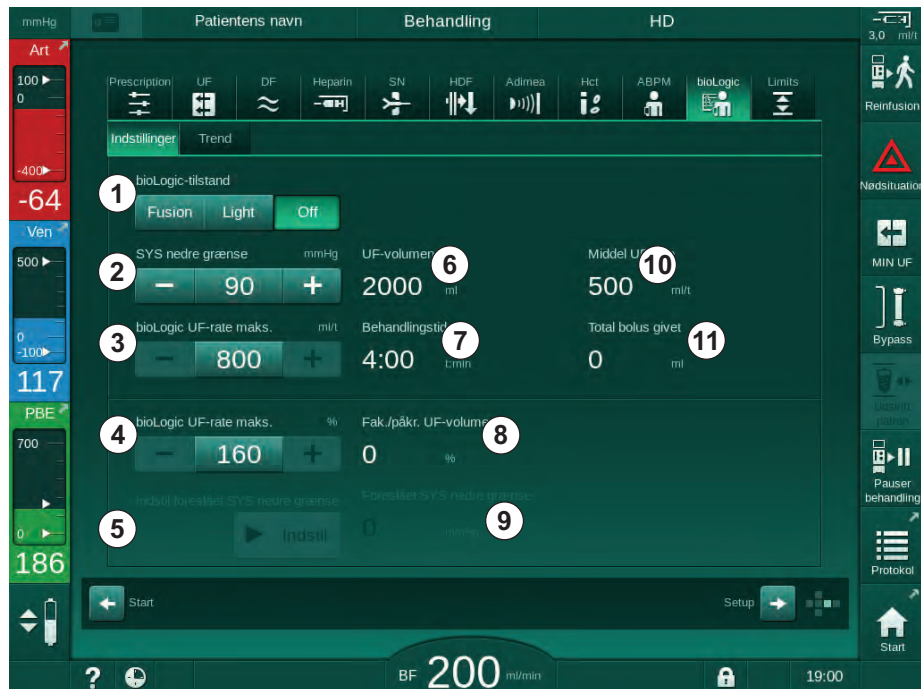

Fig. 11-22 Skærmen bioLogic Fusion-indstillinger
Når den foreslåede SLL aktiveres, accepteres værdien ⑨ i Fig. 11-22. Eventuelt kan den systoliske nedre grænse indstilles til position ② .
1. Tryk på knappen *Fusion* eller *Light* i gruppefeltet *BioLogic-tilstand* for at aktivere bioLogic Fusion eller bioLogic Light (Fig. 11-22, ①).